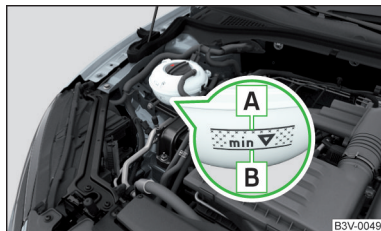

Fig. 220
Verificarea nivelului lichidului de răcire - nivelul lichidului de răcire trebuie să se afle între marcajele **A** și **B** » fig. 220. Dacă nivelul lichidului de răcire se află sub marcajul **B**, completați lichidul de răcire.
Specificația lichidului de răcire este menționată pe vasul de expansiune a lichidului de răcire » fig. 220.
- Nu adăugați lichid de răcire deasupra marcajului **A** » fig. 220. Lichidul de răcire ar putea fi împins din sistemul de răcire, atunci când se încălzește - există pericolul de deteriorare a pieselor din compartimentul motor.